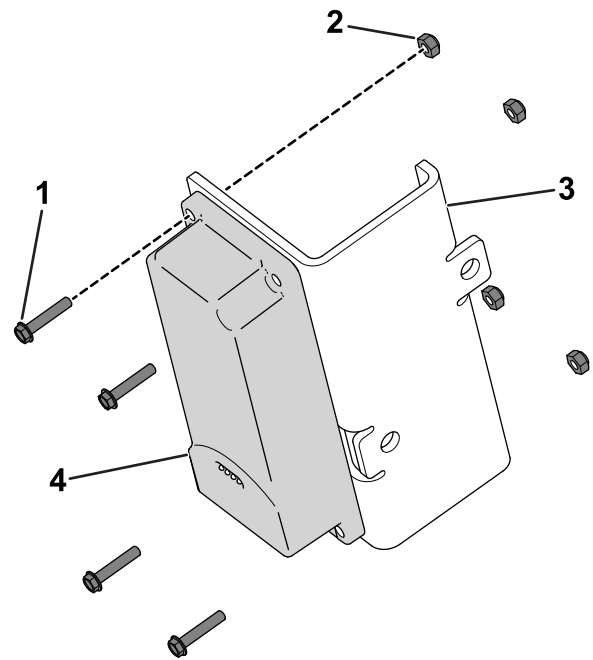

Bild 10
1. Verwenden Sie vier Sechskantschrauben (Gr. 10 x 1") und vier Sicherungsmuttern (Gr. 10), um das Telematikgerät an der Gerätehalterung zu befestigen (Bild 10).